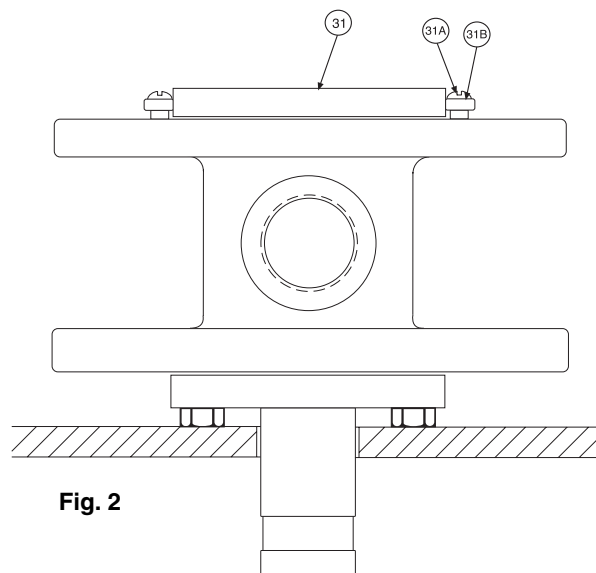

Fig. 2
Placera kopplingen stående (se fig. 2) med nippel (4) nedåt i ett rör eller ett hål i arbetsbänken. På så sett villar huset (1) på slitplattan (16).